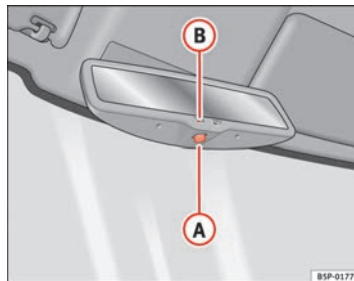

Fig. 88 Retrovisor interior con ajuste automático para posición antideslumbrante.
- Pulse la tecla (A) → fig. 88. El testigo de control (B) se apaga.
- Pulse la tecla (A) → fig. 88. El testigo de control se enciende.